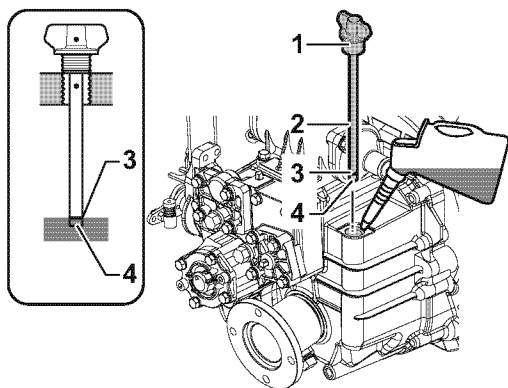

Figure 9
2. Togliere il tappo del bocchettone di riempimento (**Figure 9, (1)**) in cima all'alloggiamento.
3. Rimuovere l'asta di livello dell'olio (**Figure 9, (2)**) e pulirla con un panno pulito.
4. Reinserire l'astina fino in fondo senza avvitare. Vedere l'immagine (**Figure 9**).
5. Estrarre l'astina di controllo. Il livello dell'olio deve essere compreso tra la tacca superiore (**Figure 9, (3)**) e la tacca inferiore (**Figure 9, (4)**) dell'asta di livello.
3. Riempire di olio fino al limite superiore (**Figure 9, (3)**) dell'asta di livello. *Vedere Specifiche dell'olio per l'invertitore a pag. 42.*